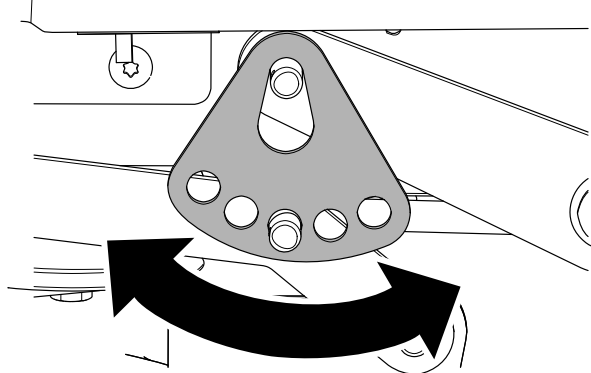

Figura 74
7. Rotii placa pentru înălțimea de tăiere în alt orificiu, astfel încât să suporte greutatea punii mainii de tuns iarba după ce montai placa (Figura 74).
8. Montai aiba și tiftul în formă de agrafă (Figura 74).